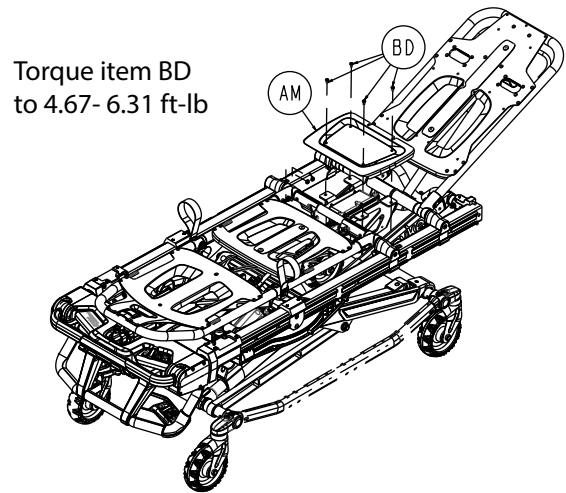

Figure 94 – Retirer les vis et le revêtement du siège
22. À l'aide d'une clé Torx T25, retirer les quatre vis à roulement à tête cylindrique (BD) qui fixent le revêtement du siège (AM) à la civière (Figure 94). Retirer et conserver le revêtement du siège. Conserver les vis.